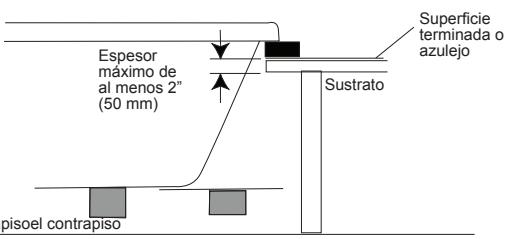

Figura 9 - Instalación empotrada (vista lateral)
- 8** Inspeccione todos los accesorios, las instalaciones de fontanería y las líneas de control luego de insertar la bañera para asegurar que los componentes no estén dañados, desconectados o en contacto con el sustrato de la superficie terminada o con los componentes de soporte (Figura 9).